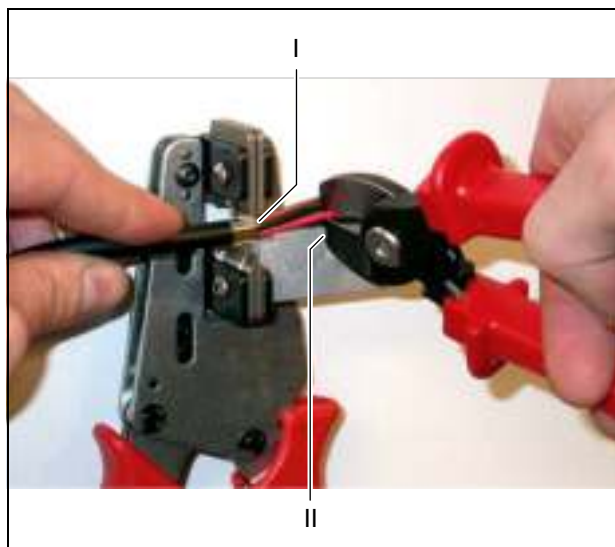

рисунок 30.9: Обрезка медного провода
- Отрежьте медные провода на необходимую длину, используя инструмент для обрезки кабеля (инструмент 2) и инструмент зачистки (инструмент 5). Установите обжимную втулку до ее конца в положение I и обрежьте медные провода в положении II (см. рисунок 30.9).